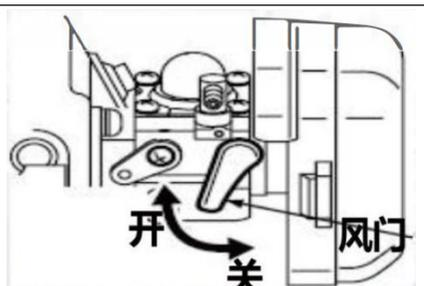

图 9
4. 冷机启动时需要关闭阻风门，启动怠速后打开阻风门，如图 9 所示，热机启动时，无需关闭阻风门。